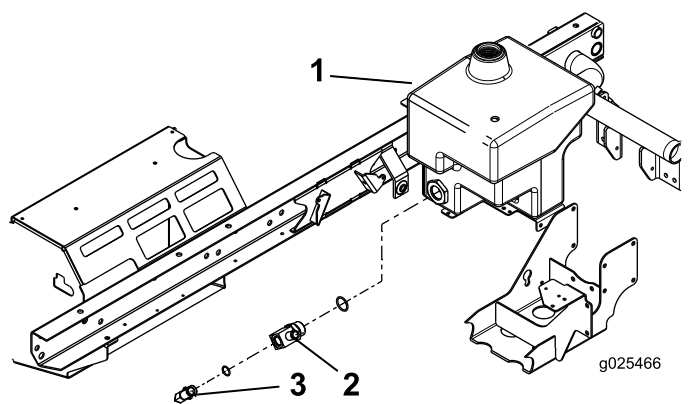

図 11
1. 大きいT字フィッティングを油圧オイルタンクに仮付けする図 11。
2. 大きいT字フィッティングに 90° フィッティングを取り付ける図 11。